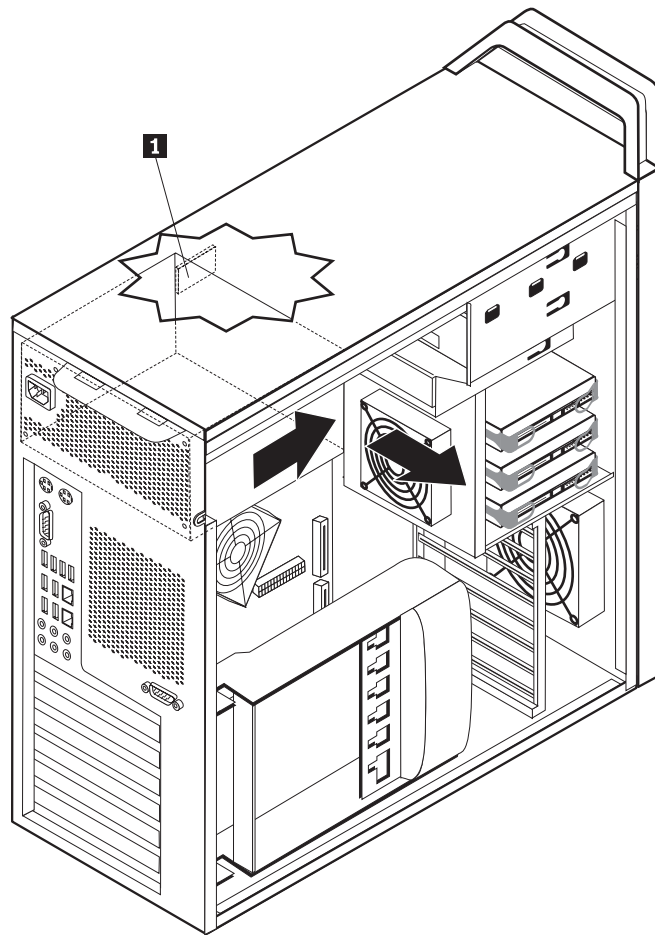

Figura 16. Desmontaje de la fuente de alimentación
6. Presione el mecanismo de cierre de la fuente de alimentación **1**. Deslice el conjunto de fuente de alimentación hacia la parte frontal del sistema y extráigalo del chasis. Consulte la Figura 16.